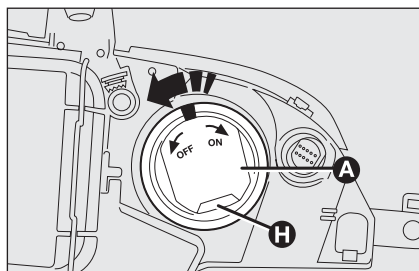
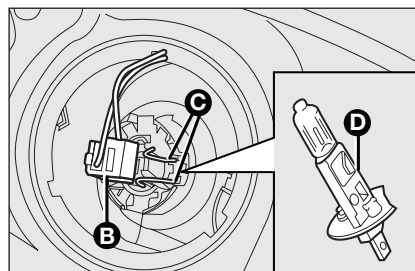

fig. 20
fig. 21
- ☐ gire el tapón **A-fig. 20** hacia la izquierda y quítelo;
- ☐ desenchufe el conector eléctrico **B-fig. 21**;
- ☐ desenganche el muelle de fijación de la lámpara **C-fig. 21**;
- ☐ saque la lámpara **D-fig. 21** y sustitúyala;
- ☐ vuelva a enganchar el muelle **C-fig. 21**, enchufe el conector eléctrico **B** e introduzca el tapón **A-fig. 20** girándolo hacia la derecha. Coloque la apertura de ventilación **H-fig. 20** del tapón desde arriba hacia abajo.